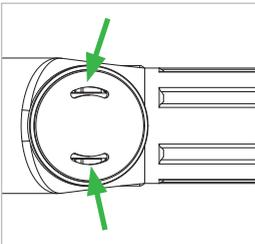

Abbildung 19
- ▶ Ziehen Sie den Logodeckel (Pos. 2) mit der Hand ab und geben Sie ca. 1-2 kurze Sprühstöße mit dem Zielröhrchen links und rechts in die Öffnungen (*Abbildung 19*). Danach montieren Sie den Logodeckel (Pos. 2) wieder. Dieser muss hörbar einrasten.